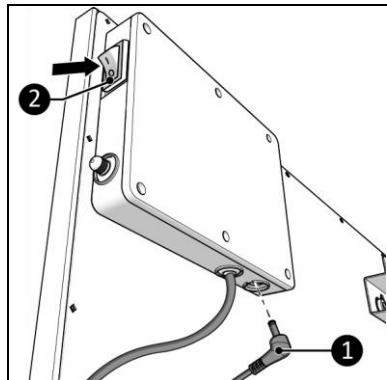

Abbildung 14
1. Stellen Sie sicher, dass sich der EIN/AUS-Schalter in der AUS-Position befindet (Abbildung 14, Pos. 2).
2. Verbinden Sie den Stecker des Temperatursensors (Abbildung 14, Pos. 1) mit dem Sensorstecker.